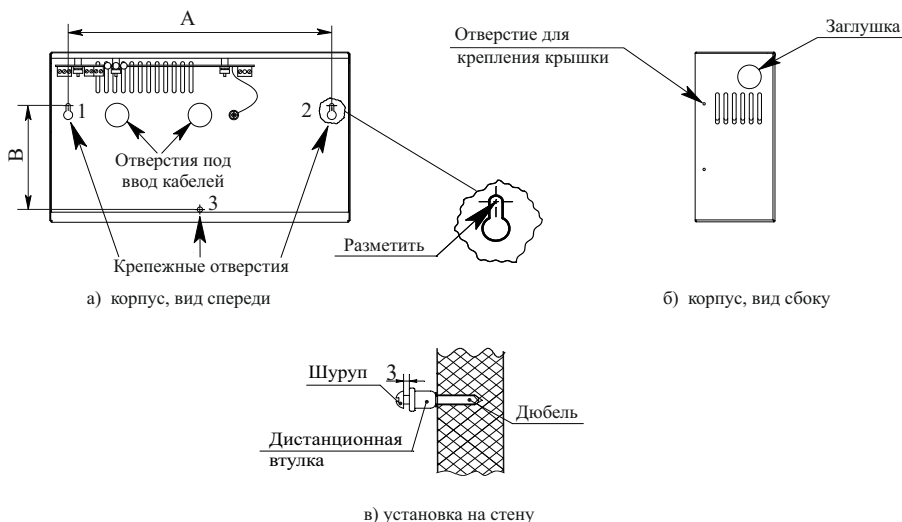

Рисунок 1
- а) разметить в месте установки точки крепления через крепежные отверстия в корпусе источника (рисунок 1, а).
- б) просверлить три отверстия Ø 6 мм (под шуруп 4 × 45), или Ø 8 мм (под шуруп 6 × 40) (рисунок 1, а) и вставить в них дюбели, установить дистанционные втулки и вернуть шурупы (рисунок 1, в) через крепежные отверстия 1 и 2;
– через отверстие находящееся на задней стенке корпуса (рисунок 1, а);
– через отверстие находящееся на боковой стенке корпуса, предварительно выдавив заглушку подходящим под диаметр заглушки инструментом (рисунок 1, б). При необходимости возможна установка проходного изолятора проводов (в комплектность не входит);
- г) повесить источник на шурупы в крепежных отверстиях 1 и 2 (рисунок 1, а). Ввернуть шуруп через дистанционную втулку в крепежное отверстие 3 (рисунок 1, в). Зафиксировать корпус, закрутив шурупы до упора;
- д) при необходимости, крышку корпуса закрепить саморезами, входящими в комплектность, через отверстия, находящиеся на боковых стенках корпуса (рисунок 1, б).